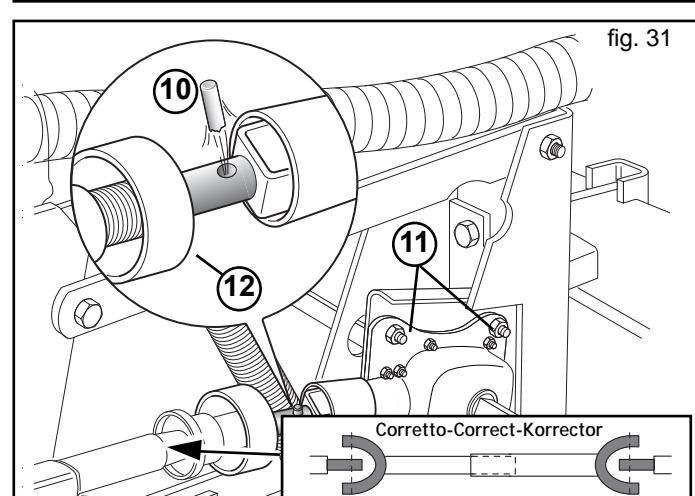

fig. 31
Ogni scatola è provvista di una spina a rottura prestabilita (10, Fig. 31) quando la rotazione del disco di semina forza o si blocca causa l'ingresso di corpi estranei ai semi (carta, spago ecc.). Nel caso, scaricare i semi dal contenitore, controllare e pulire il distributore, controllare i piolini del disco e sostituire la spina a rottura prestabilita.
Ogni albero di trasmissione è provvisto di un limitatore di coppia con avvisatore acustico (12, Fig. 31) che, alla rottura della spina (10, Fig. 31), segnala l'anomalia od il guasto avvenuto nel distributore. Se succede, fermarsi prontamente e rimediare l'accaduto, rimuovere la spina rota e sostituirla (usare il cacciaspine in dotazione).
**ATTENZIONE!** Non serrare a fondo le viti che reggono la scatola (11, Fig. 31), l'oscillazione è prevista.